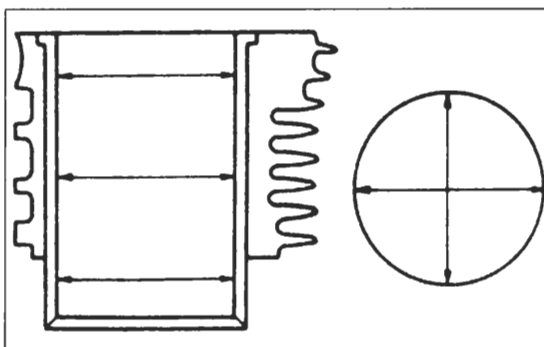

Bild 206
- Aussendurchmesser des Pleuellagers am Pleuellagerbolzen 15 mm über Unterkante, im rechten Winkel zur Pleuellagerachse messen (Bild 206). Verschleissgrenze: 62,480 mm (750 F: 72,880 mm). Errechnetes Spiel des Pleuellagers im Zylinder (grösster Zylinderdurchmesser abzüglich Pleuellagerdurchmesser) darf maximal 0,120 mm betragen.